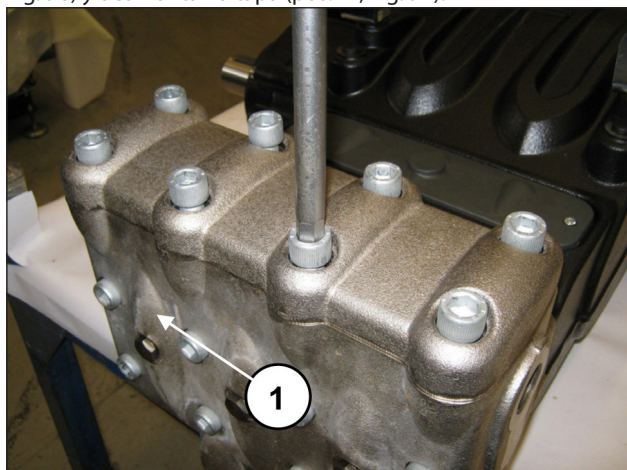
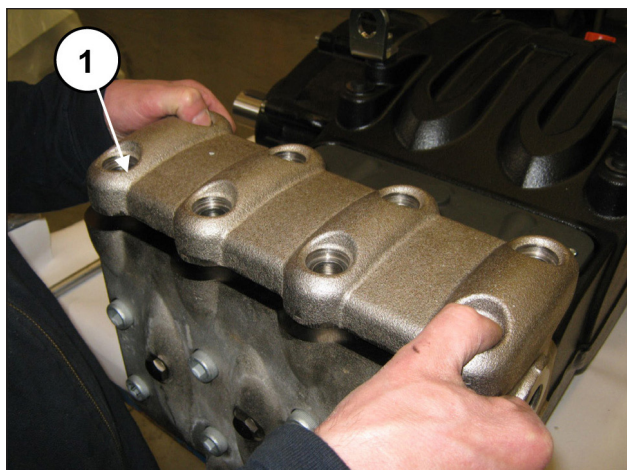

Fig. 96
Fig. 97
Para extraer los grupos de válvula operar del siguiente modo: Quitar los 8 tornillos M16x55 de la tapa de las válvulas (pos. ①, Fig. 96) y desmontar la tapa (pos. ①, Fig. 97).